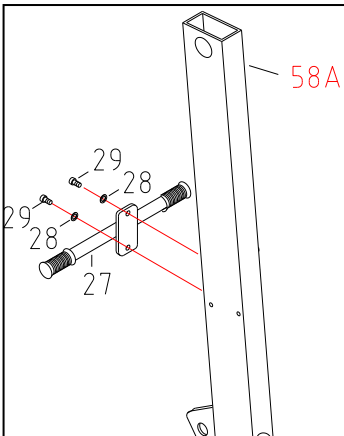

Fig. 7
Étape 7 (Fig. 7) :
Alignez les trous désignés de la poignée (27#) et du poteau (58#) et assemblez la rondelle (28#) et le boulon (29#) selon l'ordre de la Fig. 7.